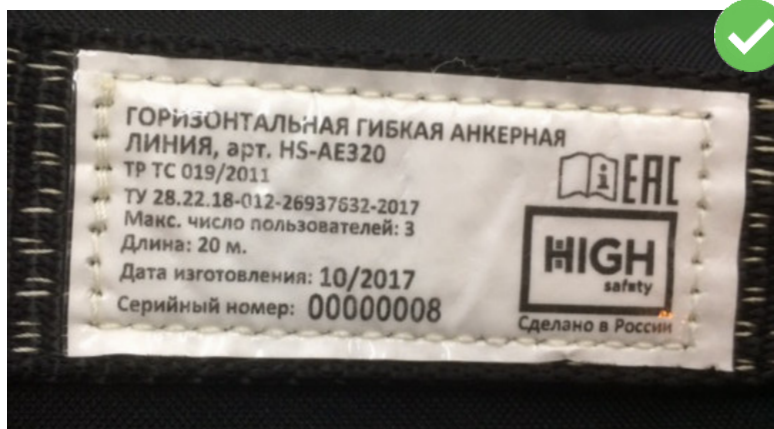

рис. 10
2. проверьте маркировку на изделии. Она должна быть разборчивой и легко читаться (рис. 10).